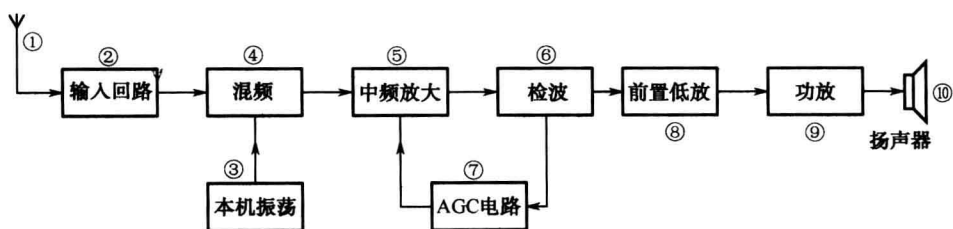

图 1-1-3 超外差式调幅收音机电路方框图
(1) 超外差式调幅收音机电路方框图如图 1-1-3 所示。
| ④  | 本机振荡 | 同表 1-1-2   | ⑨  | 音频放大器 | 用于对音频信号进行放大, 以推动扬声器还原声音, 包含图 1-1-3 中的⑧和⑨两部分 |